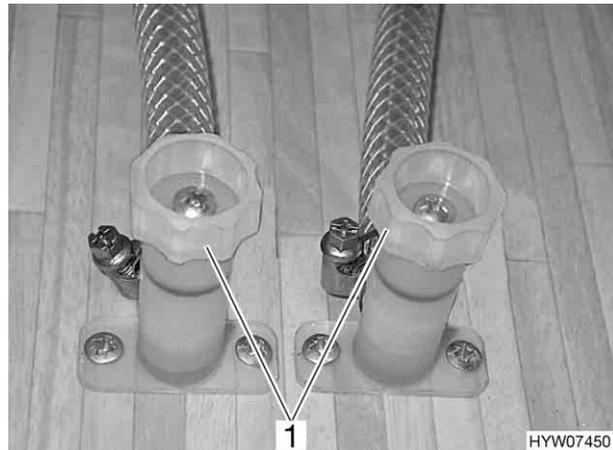

Bild 131 Ablasshähne Therme
- Die Ablasshähne an der Kappe (Bild 131,1) im Uhrzeigersinn zudrehen.
- Ablasshähne öffnen. Dazu an der Kappe (Bild 131,1) entgegen dem Uhrzeigersinn drehen.